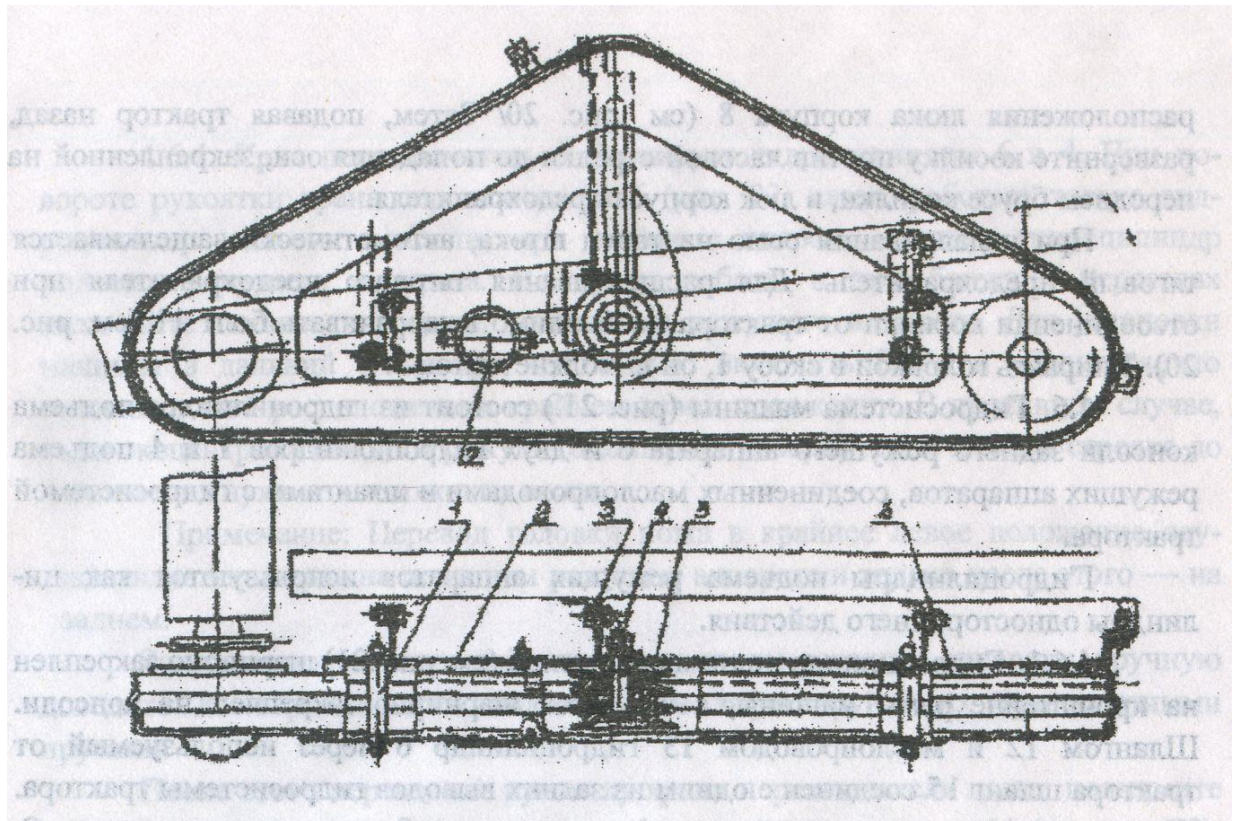

Рис. 19. Клиноремennая передача привода заднего режущего аппарата
4.4.6. Клиноременная передача привода заднего режущего аппарата (рис. 19) закрыта кожухом 2. Натяжение ремней осуществляется натяжным роликом 5, установленным на кронштейне 3 кожуха клиноременной передачи.